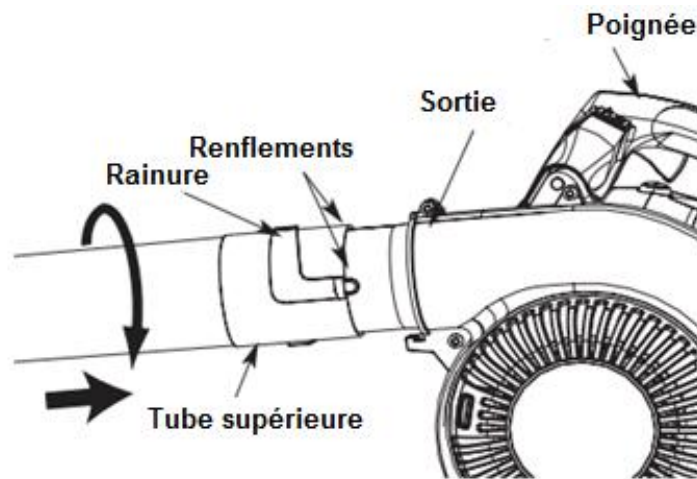

Fig. 1
- Alignez les fentes sur l'extrémité supérieure du tube de soufflage supérieur avec les renflements sur la sortie de soufflante (Fig. 1).
- Insérez le tube de soufflage supérieur dans la sortie de soufflage (Fig. 1).
- Tout en tenant la poignée, tournez le tube de soufflage supérieur dans le sens des aiguilles d'une montre jusqu'à ce qu'il s'enclenche (Fig. 1).